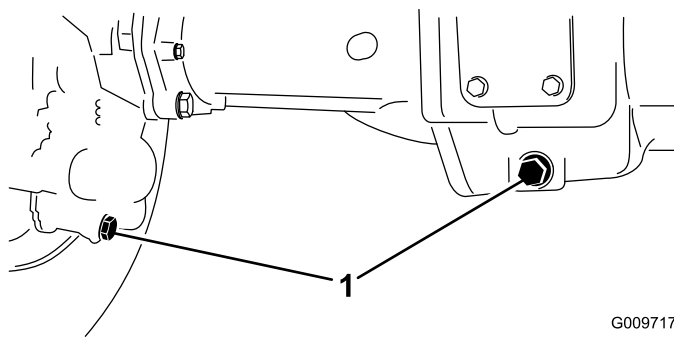

Figura 46
- Limpie la zona alrededor de los tres tapones de vaciado, uno en cada extremo y uno en el centro (**Figura 46**).